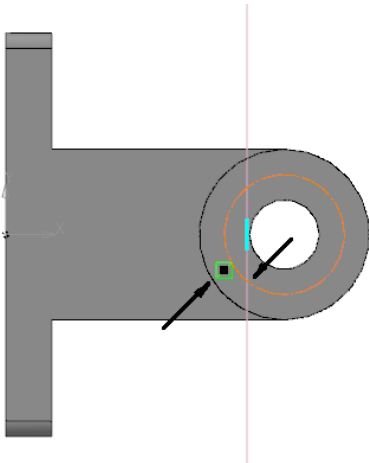

Рис. 2.91. Вказати точку прив'язки отвору і вказати точки точного розташування центру отвору
- б) вказати точку прив'язки отвору (рис. 2.91);
- в) вказати точку точного розташування центру отвору (рис. 2.91);